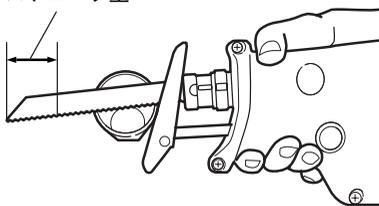
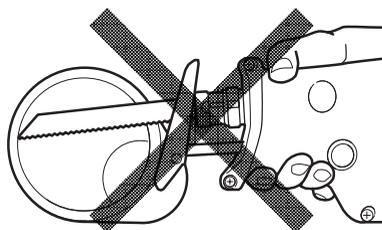

図 17
図 18
- この刃の長さは、図17、19に示すようにストローク量を差し引いたこの刃のベースから飛び出し長さが、切断材料より十分大きくなるように選んでください。この刃の切断能力以上の太いパイプや大きい木材などを切断しますと、この刃先端がパイプ内壁または木材に当たってこの刃を折損する恐れがあります。(図18、20)